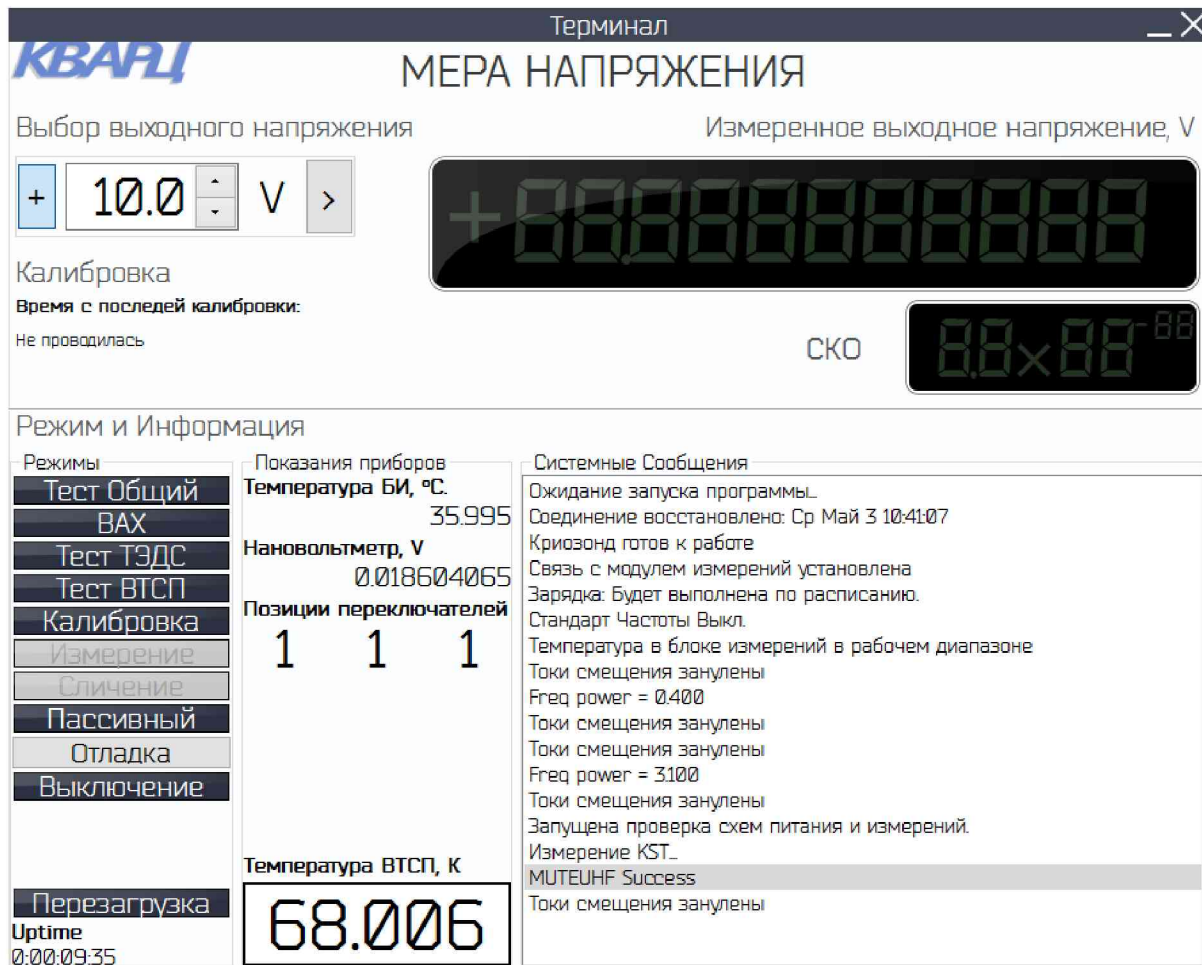

Рисунок 6 - Виртуальная панель управления меры Н4-21
Запускающий значок на рабочем столе ПК «Мера». После запуска программы проводится идентификация контроллеров и модулей, подключенных к USB-хабу в блоке измерительном, управляемые блоки и узлы приводятся в исходное состояние и на экран компьютера выводится виртуальная панель управления меры Н4-21 (рисунок 6).
«Охладитель» на передней панели блока криогенного. При достаточном вакууме в адаптере криогенном температура держателя микросхемы ВТСП должна понизиться от комнатной температуры до температуры, указанной в паспорте микросхемы ВТСП. Температуру контролируйте по показаниям «Температура ВТСП» на виртуальной панели управления меры Н4-21 (рисунок 6).
5.2.6 Через 12 ч после включения меры Н4-21 нажать кнопку  на виртуальной панели управления (рисунок 6) для проверки работоспособности. Программа будет выполнять тестирование блоков, в течение которого на экране монитора отображается окно процесса с процентами его выполнения. После окончания этапа тестирования откроется окно с результатом и предложением дальнейших действий. Если в результатах тестирования отмечены замечания по работе меры Н4-21, то будет предложено:
5.2.7 Включите криоохладитель, поставив в верхнее положение тумблер «Криоохладитель» на задней панели блока криогенного (рисунок 15). Наблюдая за изменениями температуры микросхемы ВТСП на виртуальной панели управления меры Н4-21 (рисунок 6) убедитесь, что температура достигла рабочего значения, записанного в паспорте на микросхему ВТСП.